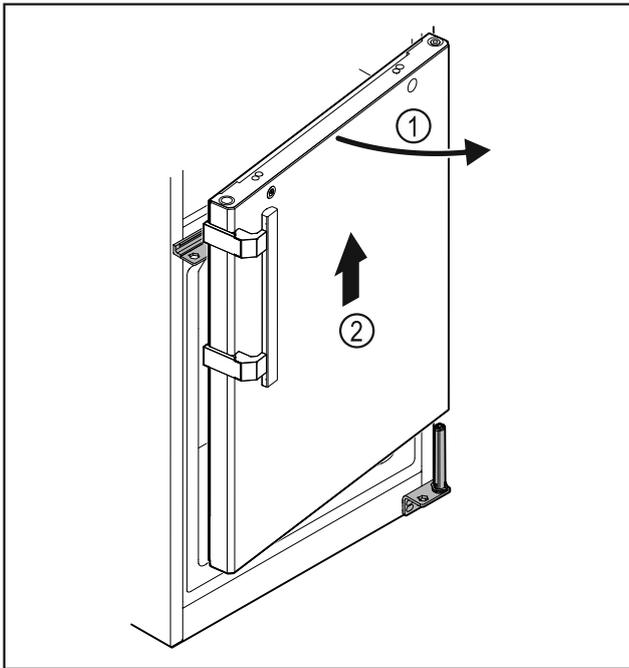

Fig. 34
- ▶ 略微打开冰箱门 Fig. 34 (1)，笔直向上提升大约 200 mm 并取下 Fig. 34 (2)。